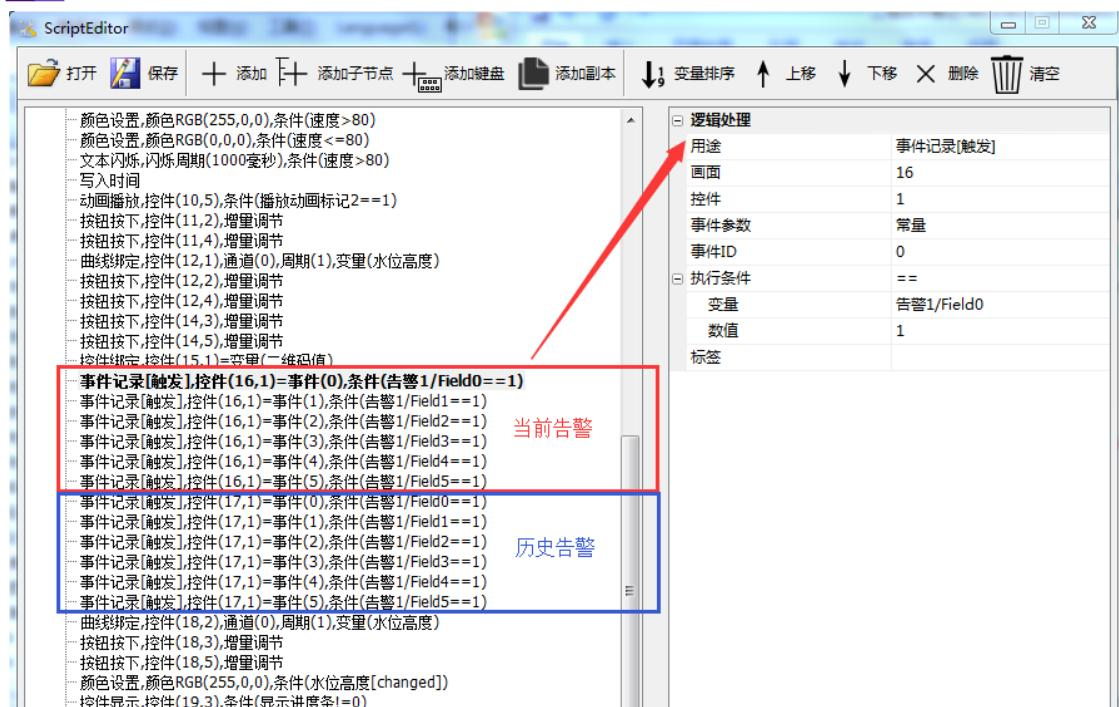

图 4-52 当前告警的逻辑处理
- 3、针对每个事件 ID 添加用途为“事件记录[触发]”的逻辑处理，如图 4-52 所示；每个逻辑处理中根据需要设置“执行条件”；本例中创建了一个保持寄存器类型的变量“告警 1”，再对“告警 1”的每个位建立“Field0”、“Field1”、“Field2”子节点，判断“Field”，是否为 1，作为是否执行的条件。